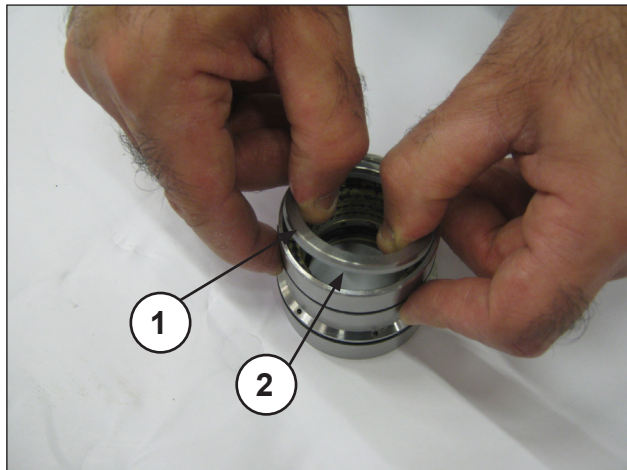
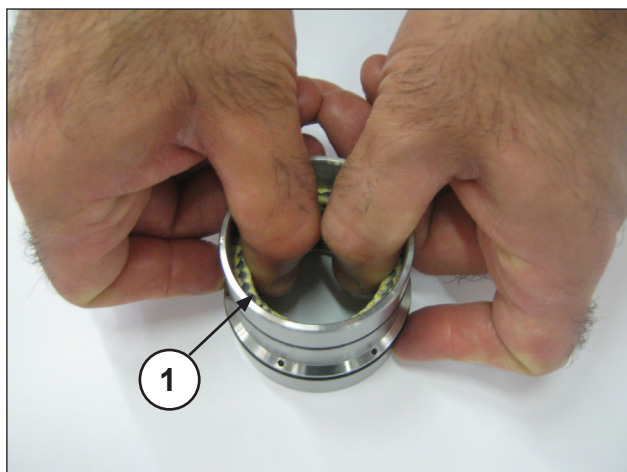

图 25
图 26
将密封圈支架与护套分开，取下弹簧环和刮环（位置①②，图 25），以便进入压力密封（位置①，图 26）。